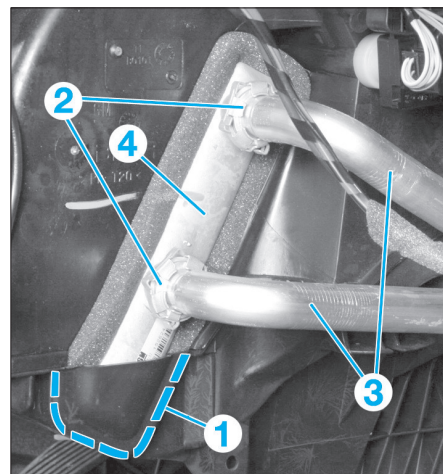

FIG. 11
- Pratiquer une découpe propre (1) sur le bloc de chauffage à la base du radiateur (Fig.11).
- Déposer les agrafes (2).
- Désaccoupler les 2 canalisations (3) du radiateur de chauffage (4).